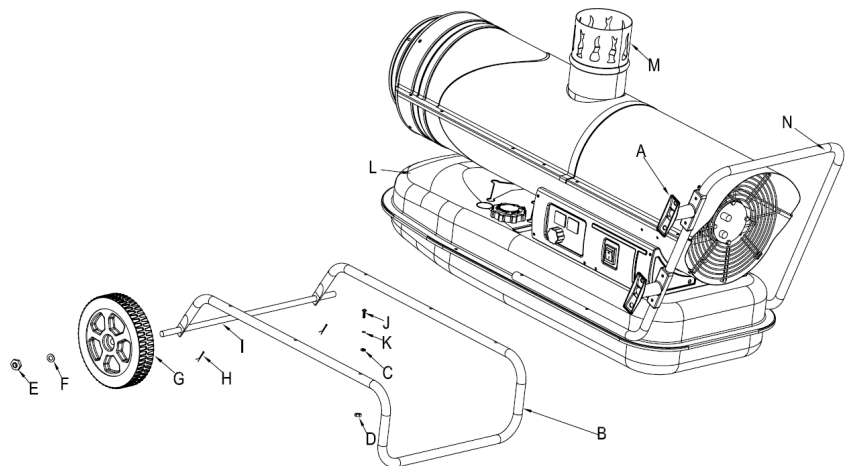

Fig.5-3: Montaje de DHG 30 K y DHG 50 K
- Inserte el eje de la rueda (elemento I, Fig. 5-3) en el orificio correspondiente en el marco del tubo (elemento B, Fig. 5-3).
- Inserte el pasador (elemento H, Fig. 5-3) en los orificios correspondientes. Deslizar la rueda (pos. G, Fig. 5-3) sobre el eje de la rueda, colocar la arandela (pos. F, Fig. 5-3) a ambos lados del eje y enroscar la tuerca (pos. E, Fig. 5-3) para fijar la rueda al eje.
- Coloque el radiador (Artículo K, Fig. 5-3) en el marco del soporte para tubos y asegúrese de que los 4 orificios de la manija (Artículo A, Fig. 5-3) estén alineados con los 4 orificios correspondientes en el soporte para tubos.
- Con el tornillo (pos. J, Fig. 5-3), la arandela (pos. C, Fig. 5-3) y la tuerca (pos. D, Fig. 5-3) Conecte el marco del tubo y la manija al tanque.
- Fije el portacables (pos. A, Fig. 5-3), con el tornillo (pos. J, Fig. 5-3), la arandela (pos. C, Fig. 5-3) y la tuerca (pos. . D, Fig. 5-3), en el mango M en la posición correspondiente.